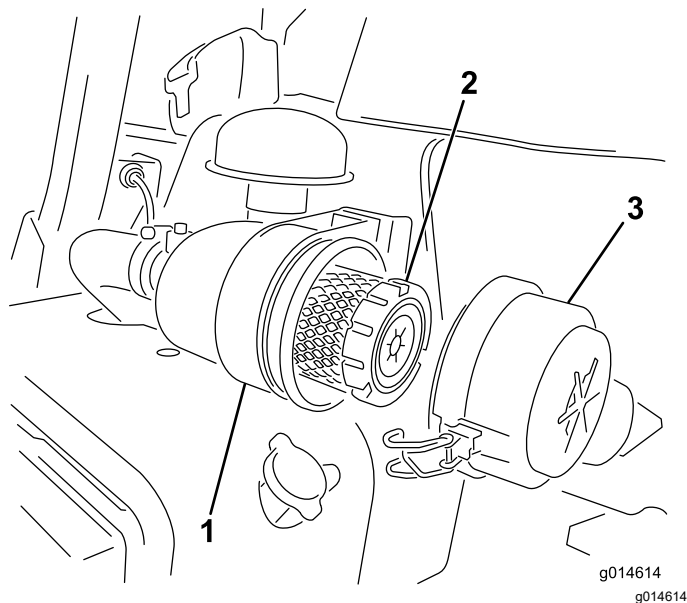

Figura 32
1. Abra los enganches que sujetan la tapa del limpiador de aire a la carcasa del limpiador de aire (Figura 32).
7. Cierre los enganches (Figura 32).